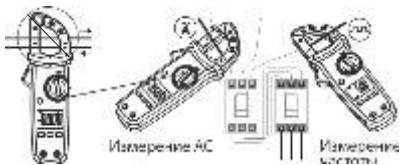

Рис. 2 Измерение силы и частоты переменного тока
7.1 Измерение силы и частоты переменного тока (см. рис. 2)